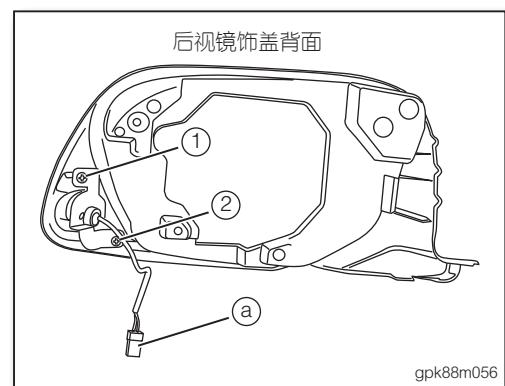

图 8
6. 由后视镜饰盖后方，拆下车侧安全影像摄影镜头(左侧/右侧)固定螺丝①、②及线束接头ⓐ，接着将镜头取出(如图 8))。